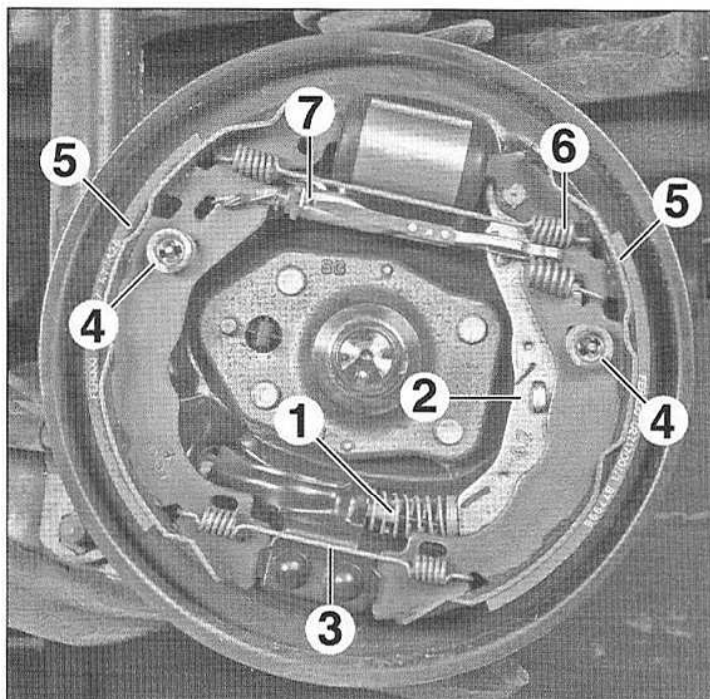

FIG.14
- Libérer le câble de frein de stationnement (1) du levier (2) (Fig.14).
- le ressort inférieur (3),
- les agrafes (4) en maintenant la tige de liaison au contact du plateau de frein,
- les segments de frein (5) avec le ressort supérieur (6) et le système de rattrapage de jeu (7).